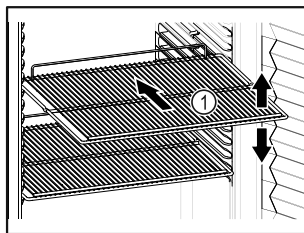

Fig. 61 Ilustrační zobrazení
- ☐ Pokud jsou odstavné rošty Fig. 61 (1) přemístitelné, přizpůsobte je vždy na danou výšku.